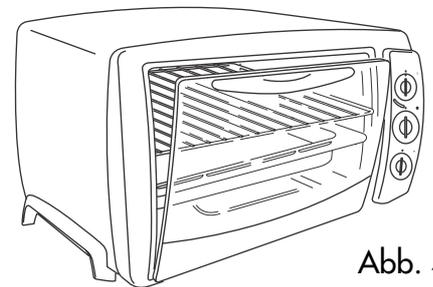

Abb. 4
**NUR FÜR DAS RÖSTEN VON BROT:** Den Ofen 2-3 Minuten lang mit angelehnter Tür vorheizen (siehe Abbildung 4)